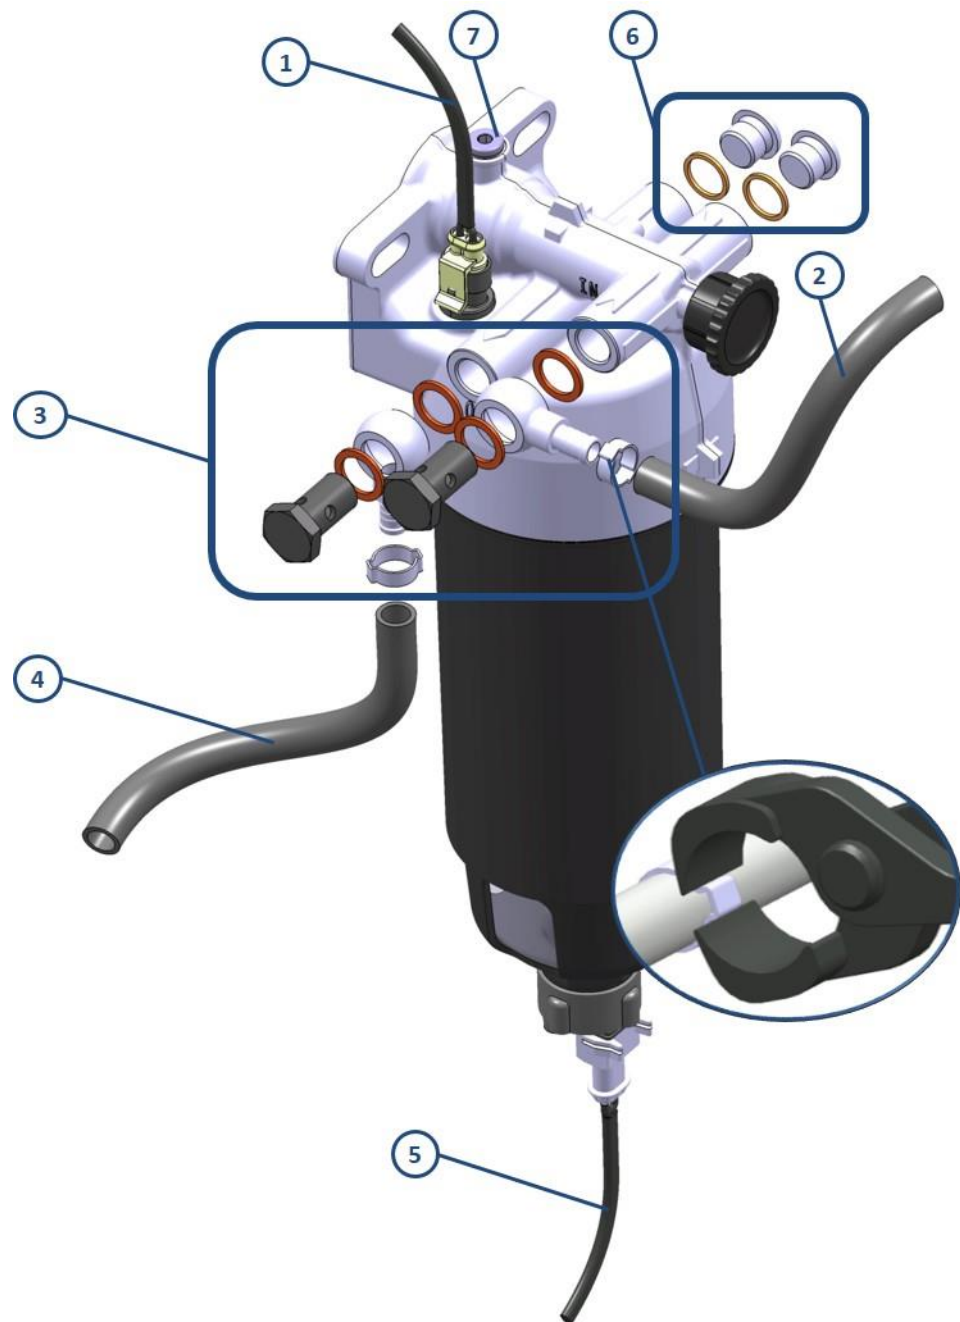

Abb. 5: Anschlusssituation
- Die 2-Ohr-Schellen werden mittels Zange an den beiden Ohren gestaucht und sichern somit den Verbund. Siehe Abbildung 5.